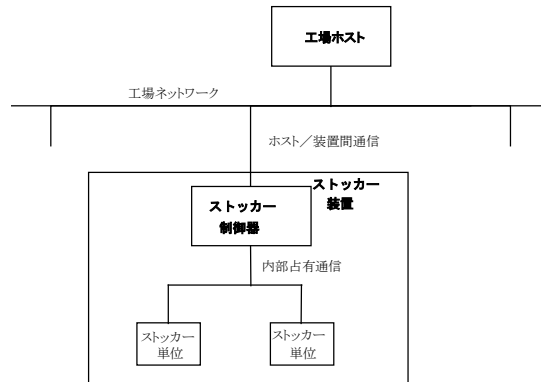

図 1
- 5.2.20 ストッカー装置(*stocker equipment*) — 図 1 に示したように、分散した構成要素と分散制御を持った単一の装置と見なされる個々のストッカーのこと。SC は HSMS と GEM を使ってホストと通信し、ストッカーシステムを代表する。工場では一タイプ以上のストッカーを必要とすることがある。